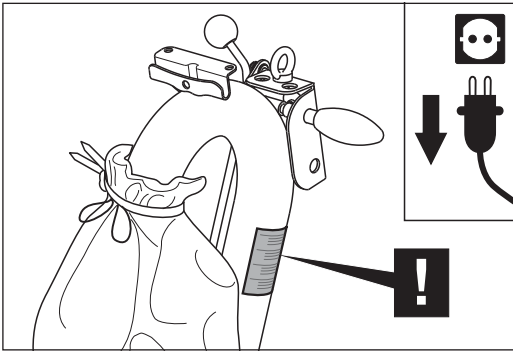

Abb. 43 Den Warnhinweis am Führungrohr **beachten!**
- **Beachten Sie den Warnhinweis am Führungrohr (Abb. 43)!**